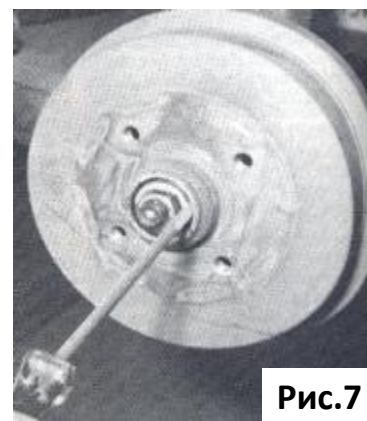

Рис.7
- Немного ослабьте гайку вручную так, чтобы только было возможно переместить опорную шайбу в радиальном направлении простым надавливанием пальца (или краем отвертки, не пользуясь ею, как рычагом). Это соответствует предусмотренному зазору качения, который можно проконтролировать с помощью сравнивающего устройства (приблизительно от 0,01 до 0,02 мм) (**Рис.7**).